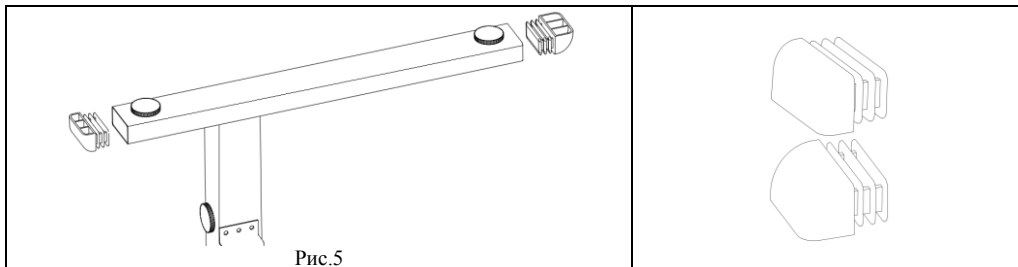

Рис.5
5.1.4.2. К сборке по п. 5.1.4.1. установить заглушку заднюю (поз.1, пакет № 108) и заглушку переднюю (поз.2, пакет № 108), см. рис. 5.